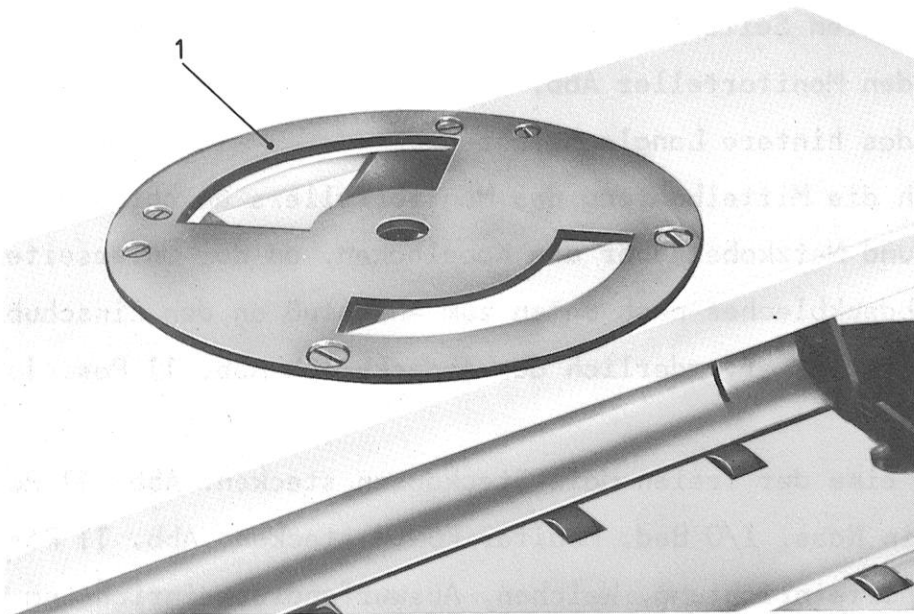

Abb. 8
- 1.5 Monitor auf den Monitorteller Abb. 8 Pos. 1 setzen, dabei die Kabel durch das hintere Langloch führen.